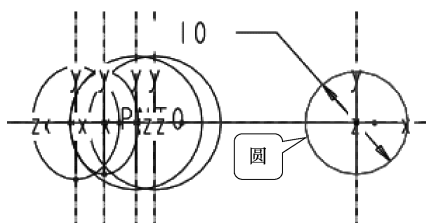

图 6-68 草绘截面 5
(15) 在【截面】下滑面板中单击【插入】按钮 **插入**，【截面位置】收集器处于激活状态，在图形区选取原点轨迹上的 5 点，单击【草绘】按钮 **草绘**，进入草绘界面，草绘如图 6-68 所示的圆。